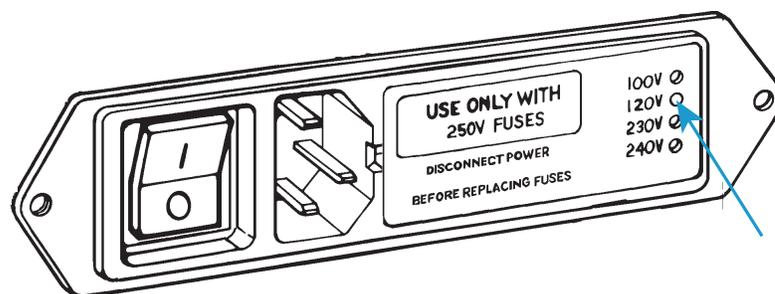

図4. 電圧設定ができる電源入力コネクタ
2. 電源入力コネクタを点検し、38 ページの図 4 を参照します。コネクタの右側には、4 つの穴が垂直線に並んでおり、それぞれ異なる線間電圧に対応しています。現在の電圧は、穴の 1 つに白いプラスチック ピンが見えることで分かります。図 4 で指定されている電圧は 120V です。
3. 電源入力コネクタからフューズホルダ (1) を取り外し、下の図のように電圧セレクトカード (2) を露出します。
8. ヒューズホルダをコネクタへ再取り付けします。インジケータ ピンが正しい入力電圧を示すことを確認します。38 ページの図 4 を参照してください。